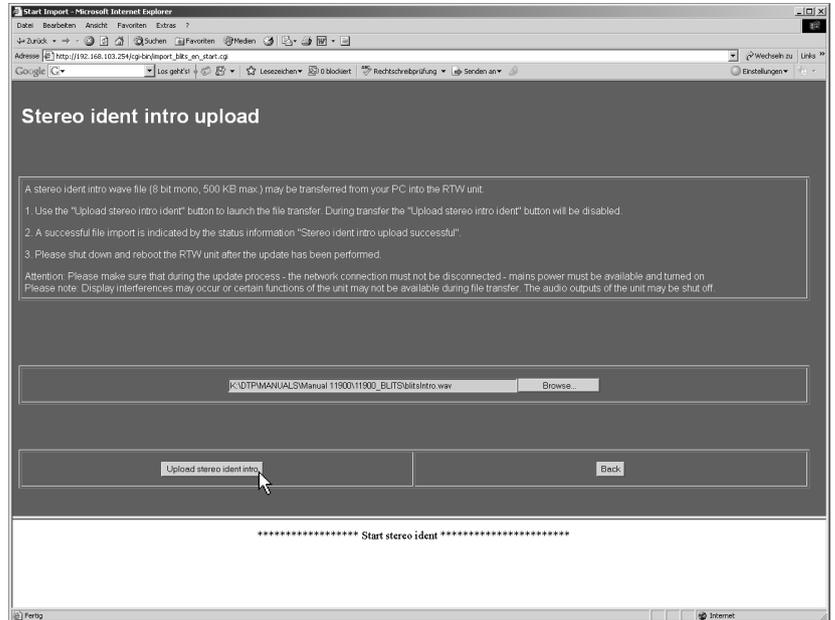

Bild 8-34: Starten des Uploads
- Aktivieren Sie über die Schaltfläche „Upload stereo ident intro“ den Transfer der Intro-Datei in den SurroundMonitor (siehe Bild 8-34). Sollte die Schaltfläche „Upload stereo ident intro“ nicht sichtbar sein, verschieben Sie die Seite mit den grauen Balken am rechten Bildschirmrand. **Achten Sie darauf, dass während des Datentransfers keine Unterbrechung der Netzwerkverbindung oder der Stromversorgung auftritt!**